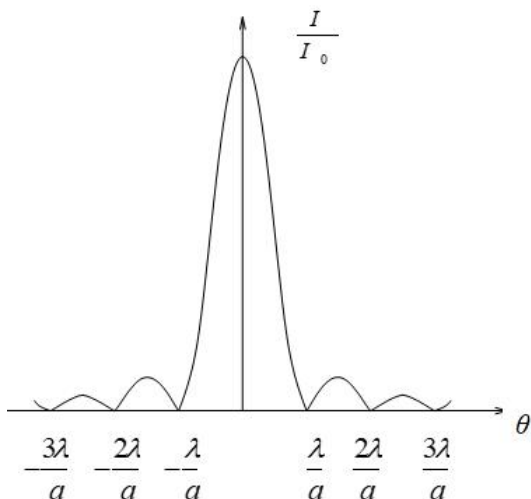

图 2 单缝夫琅禾费衍射图样的相对光强分布
(1) 式中, a 为单缝宽度; λ 为入射光波长; θ 为衍射光与光轴的夹角 (衍射角); 用式 (1) 可以很好的解释图 2 所给出的单缝衍射图像。
夫琅禾费单缝衍射的相对光强分布曲线如图 2 所示。